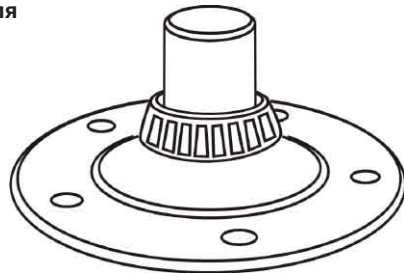

Рис. 2
- а. Установите на ступицу [15] ступичный подшипник, запрессовав его при помощи оправки, прессы или молотка (см. раздел Инструменты) (см. рис. 2).